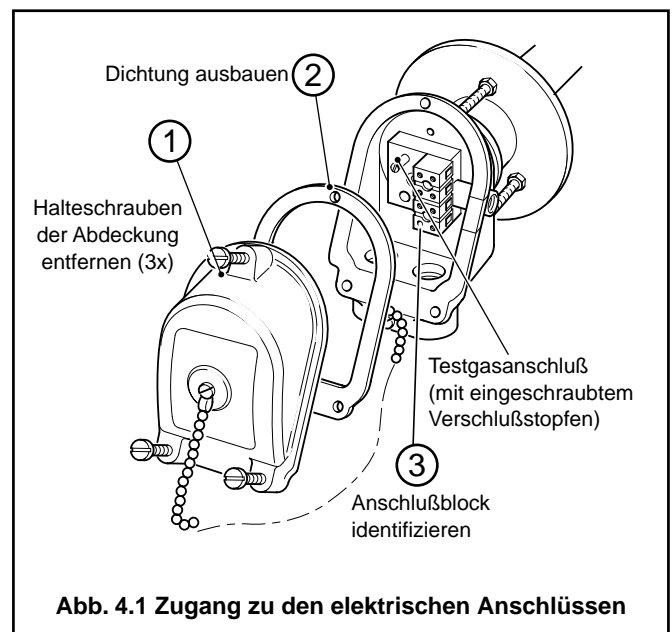

Abb. 4.1 Zugang zu den elektrischen Anschlüssen
4.2 Zugang zu den elektrischen Anschlüssen – Abb. 4.1
Zugang zum Anschlußblock – siehe Abb. 4.1
- a) Das Innere des Sensorkopfes wird nach Abschrauben der Deckelbefestigungsschrauben zugänglich – siehe Abb. 4.1.
- b) Den einschraubbaren Verschlussstopfen aus dem Testgasanschluß herausschrauben – siehe Abb. 4.1.